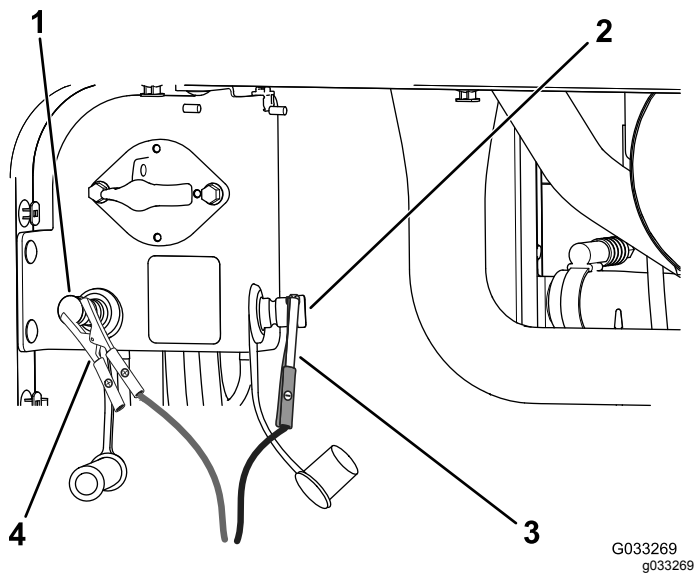

Bild 116
4. Schließen Sie das Plus-Starthilfekabel (+) am positiven Starthilfepol an (Bild 116).
5. Schließen Sie das Minus-Starthilfekabel (-) am negativen Starthilfepol an (Bild 116).
7. Wenn der Motor anspringt, sollte die andere Person das Minus-Starthilfekabel (-) vom Rahmen und dann das Plus-Starthilfekabel (+) abklemmen (Bild 116).